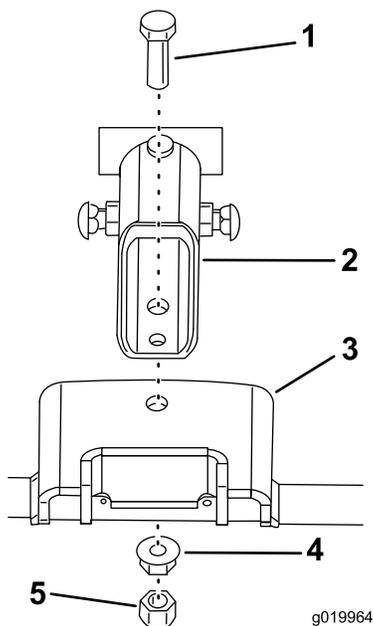

Figura 5
1. Instale el soporte de pivote en el bastidor con un tornillo (1/2 pulgada) y sujételo con una tuerca con arandela prensada (1/2 pulgada) (Figura 5).